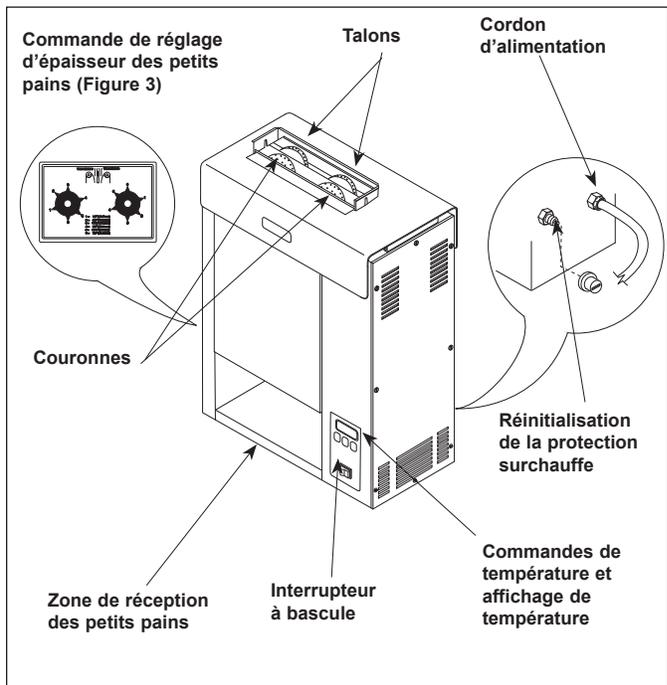

Figure 2. Grille-pain VCT-2000
2. Tournez l'interrupteur à bascule (marche/arrêt) sur ON (marche). (Figure 2). Laissez chauffer le grille-pain pendant 30 minutes avant de continuer.
REMARQUE : « LO » clignote dans l'affichage de la température (Figure 2) jusqu'à ce que le grille-pain atteigne sa température de fonctionnement prédéfinie. Lorsque le grille-pain approche de la température prédéfinie 315 °C (600 °F), « USE » apparaît dans l'affichage de température et l'appareil est prêt à faire griller les petits pains. Si « USE » n'apparaît pas dans la fenêtre au terme de la période de préchauffage d'environ 30 minutes, contactez votre centre de réparation agréé.
3. Insérez les couronnes dans la fente avant et les talons dans la fente arrière (Figure 2). Les moitiés coupées correspondantes (dessus et dessous) doivent se faire face.
4. Les pains grillés tombent dans la zone de décharge des petits pains (Figure 2). Les talons grillent en 8 secondes environ et les couronnes en 12 secondes environ.
Une protection surchauffe coupe l'alimentation électrique de l'élément chauffant et des circuits de commande si l'appareil surchauffe. Pour réinitialiser cette commande, comptez un temps suffisant (10 à 15 minutes) pour laisser refroidir l'appareil, puis situez le bouton de réinitialisation à l'arrière de l'appareil. Retirez le capuchon de protection noir, appuyez sur le bouton, puis remettez le capuchon (Figure 2).